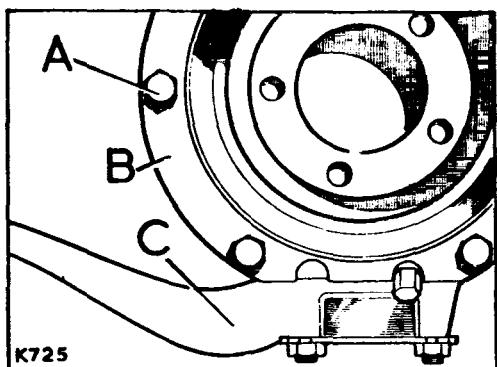

Fig. F1-49.- Posición del tornillo de ajuste del tope de dirección.
- 3.11.- Cubrir con grasa densa el retén de aceite del cárter del pivote, e instalarlo con su arillo de retenida en el cárter, situando el tornillo de ajuste del tope de dirección del agujero más avanzado, A (Fig. F1-49).